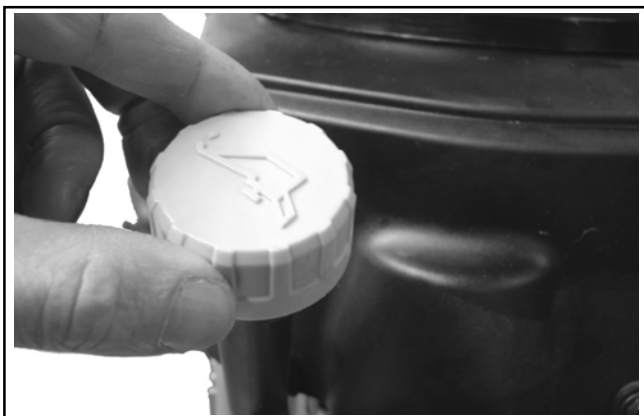

Figura 6-2. Tappo di rifornimento/astina di livello dell'olio.
3. Svitare e rimuovere il tappo di rifornimento/l'astina di livello dell'olio e pulirli. Reinserire l'astina di livello nel tubo e reinstallare il tappo di rifornimento sul tubo. Non avvitare il tappo sul tubo. Vedere Figura 6-2.